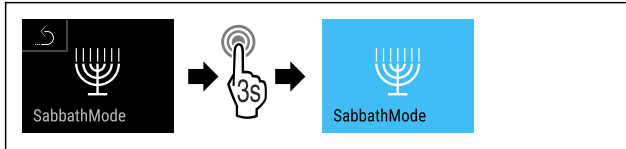

Fig. 71
- ▶ Выполните шаги действия (см. Fig. 71).